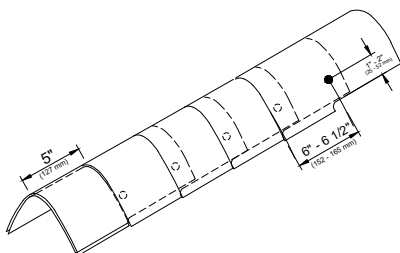

Figura 2
- Para las Tejas de cumbrera Seal-A-Ridge® ArmorShield, 6" – 6 1/2" (152 - 165 mm) hacia atrás desde el extremo expuesto y 1"-2" (25 - 51 mm) hacia arriba desde el borde (ver la Figura 2).